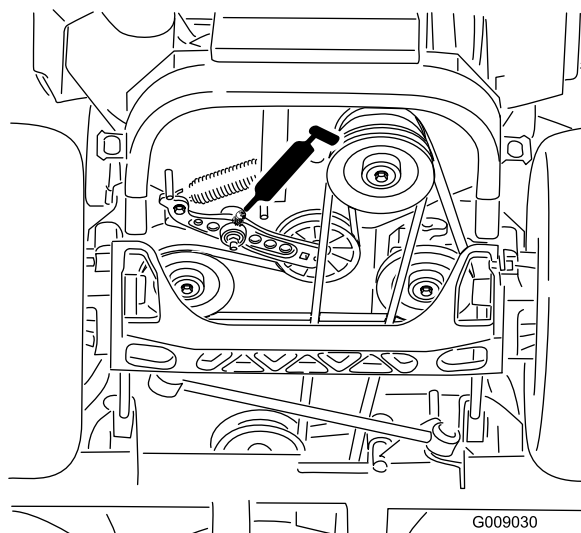

Figure 46
5. Graissez le bras de la poulie de tension de la courroie d'entraînement (Figure 46).